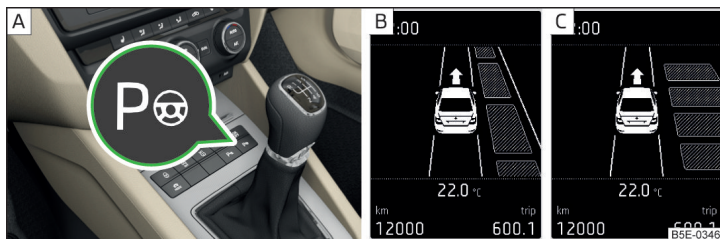

Fig. 250 Tecla de sistema / indicador de pantalla
- El proceso de aparcamiento se puede finalizar presionando la tecla  » fig. 250 de la pág. 219 o mediante la dirección.
El sistema se puede activar/desactivar presionando la tecla  » fig. 250 de la pág. 219 - .
- Pulsar **una vez** la tecla **P** » fig. 250 - **A**.
- Pulsar **dos veces** la tecla **P** » fig. 250 - **A**.
- Pulse la tecla  » *fig. 250 de la pág. 219.*